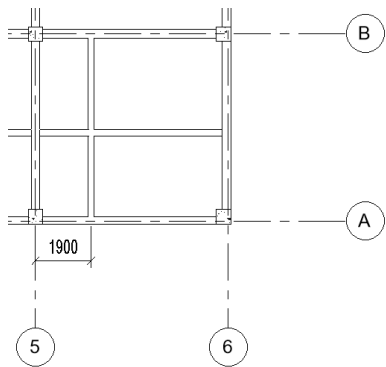
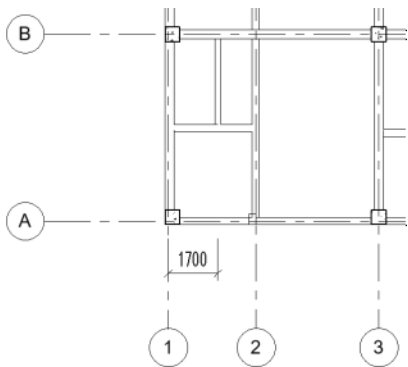

图 15-55 绘制“200×400mm”梁 (2)
图 15-56 绘制“200×300mm”梁
(11) 单击“结构”选项卡“结构”面板“梁”按钮, 在“属性”选项板中单击“编辑类型”按钮, 打开“类型属性”对话框, 单击“复制”按钮, 打开“名称”对话框, 输入“名称”为“200×400mm”, 单击“确定”按钮, 返回“类型属性”对话框, 更改“ b ”为“200.0”, “ h ”为“400.0”, 其他采用默认设置, 单击“确定”按钮。
(12) 根据轴网和柱, 在如图 15-55 所示的位置绘制“200×400mm”梁。
(13) 单击“结构”选项卡“结构”面板“梁”按钮, 在“属性”选项板中单击“编辑类型”按钮, 打开“类型属性”对话框, 单击“复制”按钮, 打开“名称”对话框, 输入“名称”为“200×300mm”, 单击“确定”按钮, 返回“类型属性”对话框, 更改“ b ”为“200.0”, “ h ”为“400.0”, 其他采用默认设置, 单击“确定”按钮。
(14) 根据轴网和柱, 在如图 15-56 所示的位置绘制“200×300mm”梁。